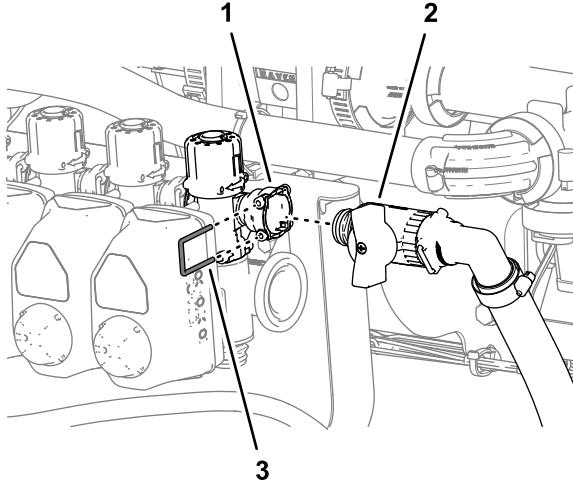

**Figure 113**
2. Branchez le raccord rapide mâle du flexible de dérivation au raccord rapide femelle de la soupape de dérivation sur la vanne de buse 10 (Figure 113).
3. Fixez les raccords rapides du flexible de dérivation et de la soupape de dérivation avec l'étrier (Figure 113).